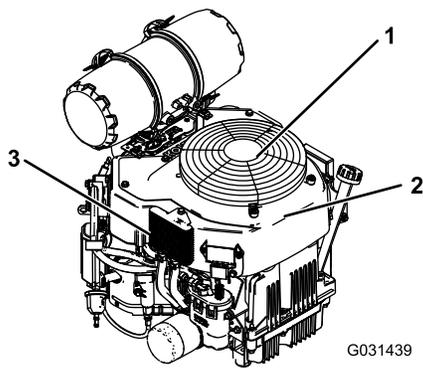

Figure 54
3. Enlevez la grille d'entrée d'air et le carter du ventilateur (Figure 54).
5. Reposez la grille d'entrée d'air et le carter du ventilateur (Figure 54).